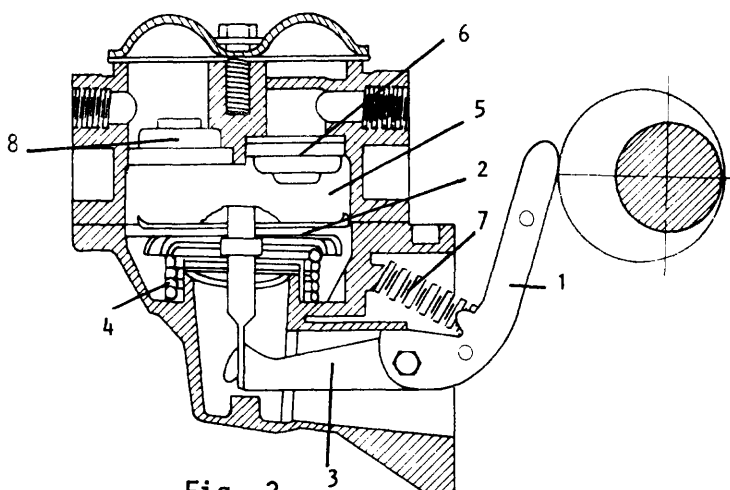

Fig. 3
*FUNCIONAMIENTO DE LA BOMBA (fig. 3)*